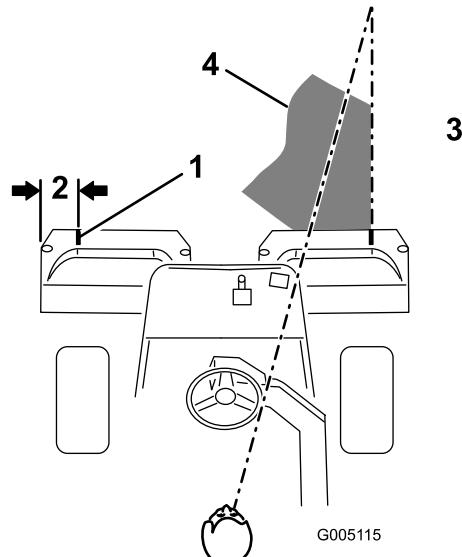

図 38
- その位置に白色テープか白ペンキで集草箱の縁と平行に目印を入れる（図 38）。